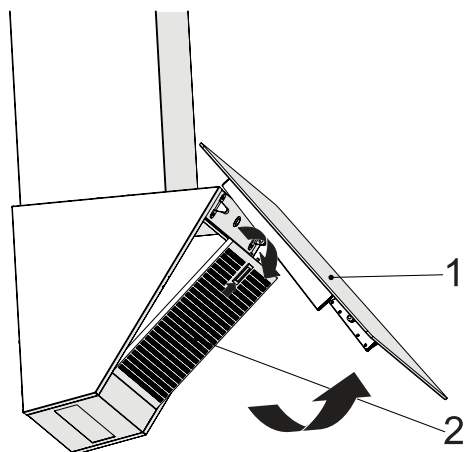

Abb. 18: Ausbauen des Metallfettfilters
1. Öffnen Sie die Frontplatte der Dunstabzugshaube (Abb. 18/1).
3. Nehmen Sie den Metallfettfilter aus der Dunstabzugshaube (Abb. 18/2).